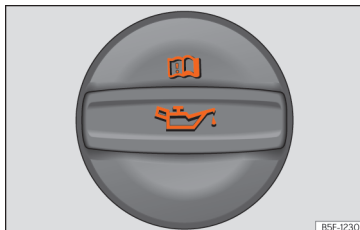

Abb. 225 Deckel der Motoröl-Einfüllöffnung im Motorraum
- Schrauben Sie den Deckel der Motoröl-Einfüllöffnung ab »» **Abb. 225**.